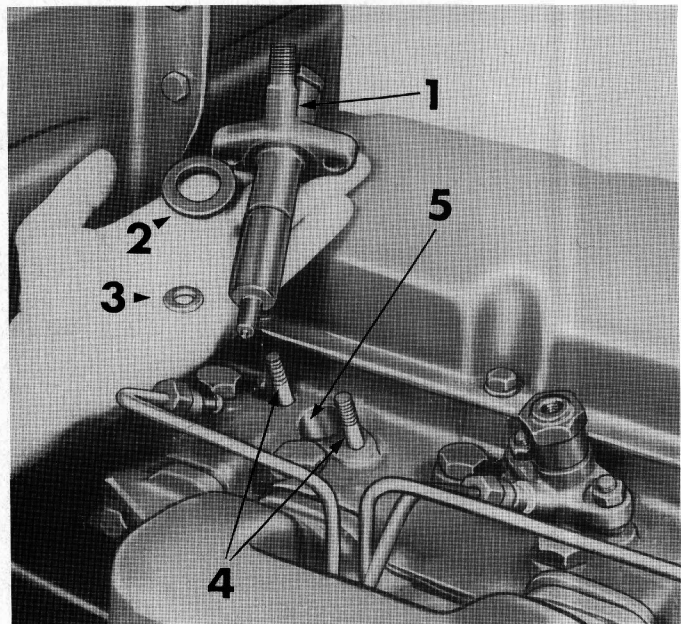

FIGURE 27 : Injecteur et ses rondelles — 1 =
4. Extraire les deux écrous assemblant l'injecteur sur la culasse, et déposer l'injecteur avec précaution. Aucun corps étranger ne doit pénétrer sur le siège d'injecteur (Figure 27).
1. Examiner le siège de l'injecteur sur la culasse : il doit être propre et exempt de calamine. Poser sur le siège une rondelle de cuivre neuve. Voir Figure 27.